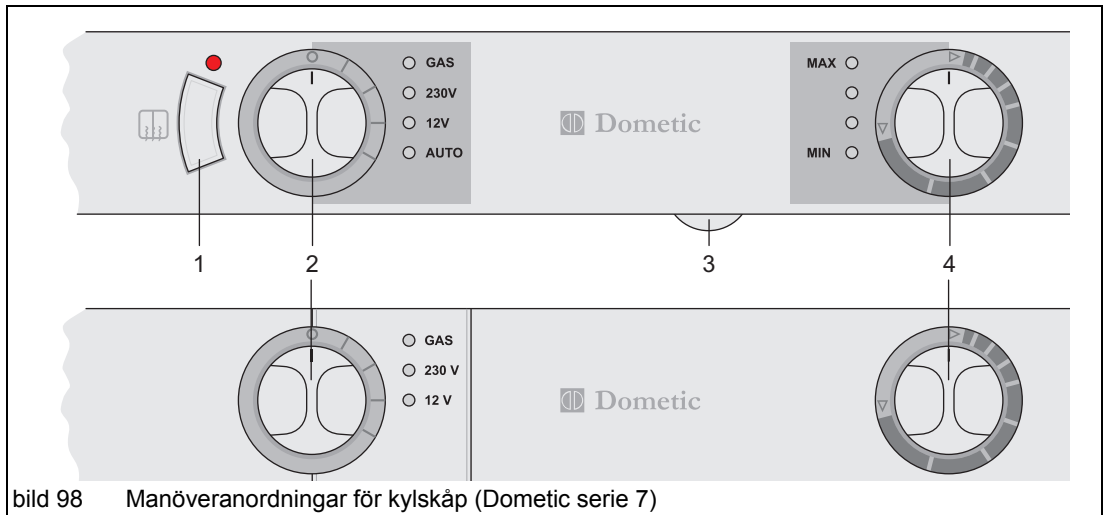

bild 98 Manöveranordningar för kylskåp (Dometic serie 7)
- ➔ Starta kantvärmningen med omkopplare (bild 98/1).